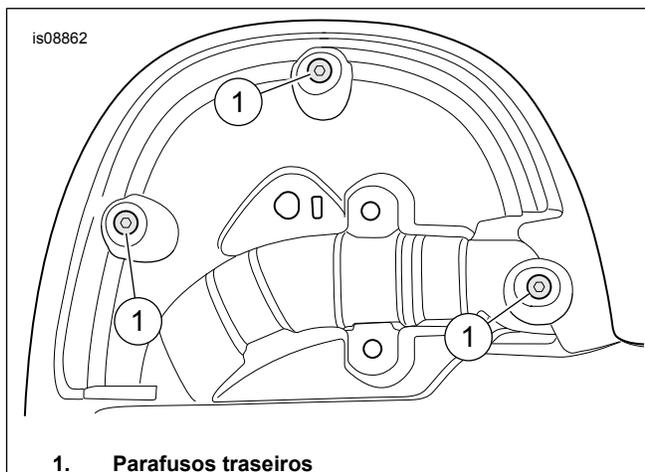

Figura 1. Parafusos traseiros
1. Consulte Figura 1. Na parte traseira de uma carenagem, remova os parafusos traseiros (1).